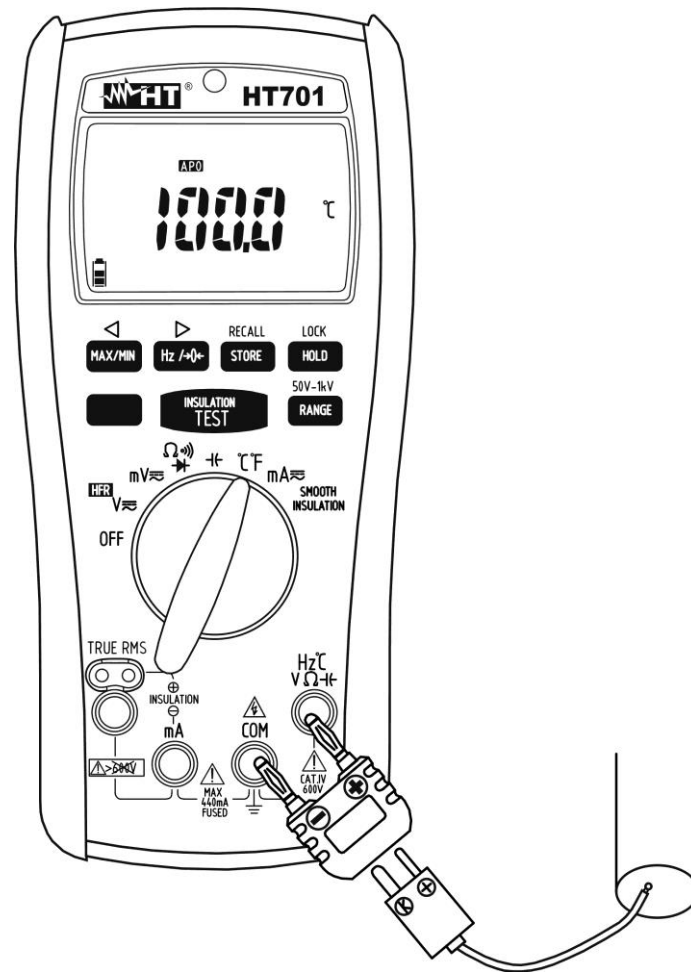

Abb. 9: Verwendung des Gerätes für Temperaturmessung mit K-Temperaturfühler
3. Verbinden Sie den mitgelieferten Adapter in die Eingangsbuchsen **Hz°C** und **COM** und dabei achten Sie auf die rote und schwarze Farbe (siehe Abb. 9)